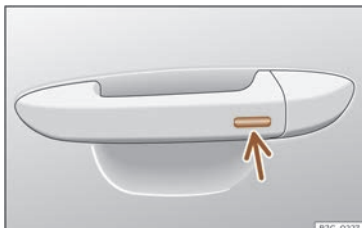

Fig. 86 Maneta de la porta: superfície sensora.
- Mantingueu un dit durant uns segons sobre la superfície sensora de bloqueig >>> **fig. 86** (fletxa) de la maneta de la porta perquè es tanqui el sostre. Si es deixa de tocar la superfície sensora s'interromp la funció de tancament.